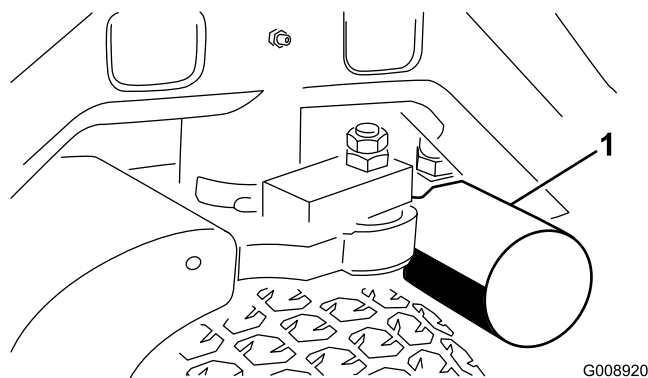
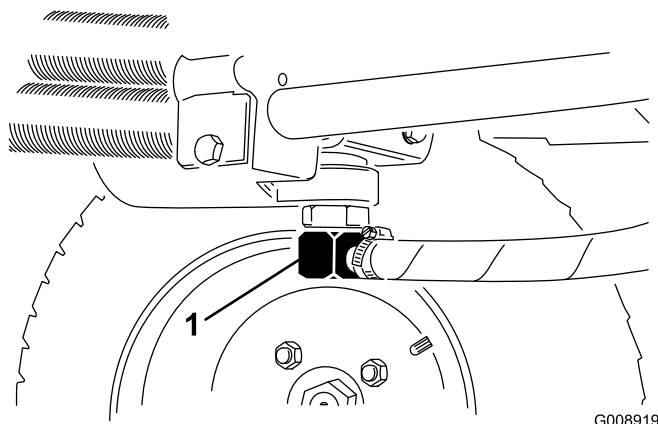

Figura 56
Figura 57
3. Pulite la superficie circostante il filtro. Collocate una bacinella di spurgo sotto il filtro (Figura 56), e togliete il filtro.
2. Scollegate il tubo idraulico (Figura 57) o togliete il filtro idraulico (Figura 56) e lasciate defluire il fluido idraulico in una bacinella. Quando il fluido idraulico cessa di defluire, montate il tubo idraulico.